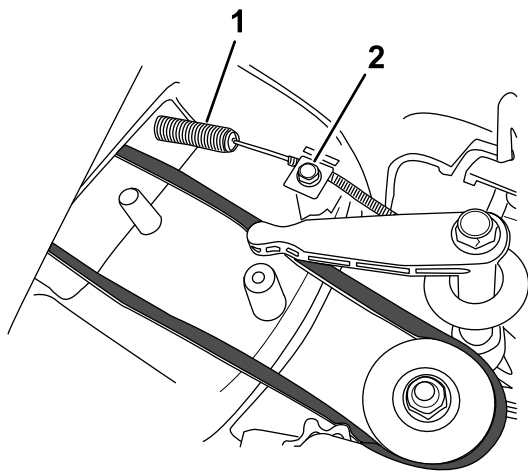

Figura 34
4. Instale o novo cabo do travão da lâmina mas não aperte a braçadeira na parte de cima da estrutura (Figura 34).
5. Desaperte o parafuso da braçadeira de cabos (Figura 34).